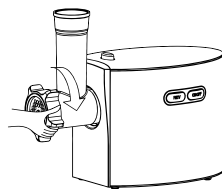

Рис. 5
7.1.5 Зафиксируйте конструкцию с помощью фиксирующего кольца, завернув его по часовой стрелке, как указано на рис. 5. Не затягивайте кольцо слишком туго.